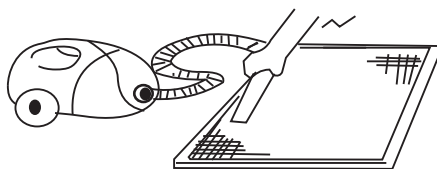

Рис. 76.
- При чистке фильтра пылесосом держите его загрязненной поверхностью вверх (рис. 76).